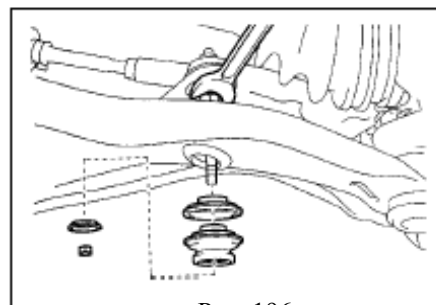

Рис. 196
- (2) Затяните гайки, установите три стопора и две прокладки (слева) удерживая болт стабилизатора от проворачивания.(рис. 196)